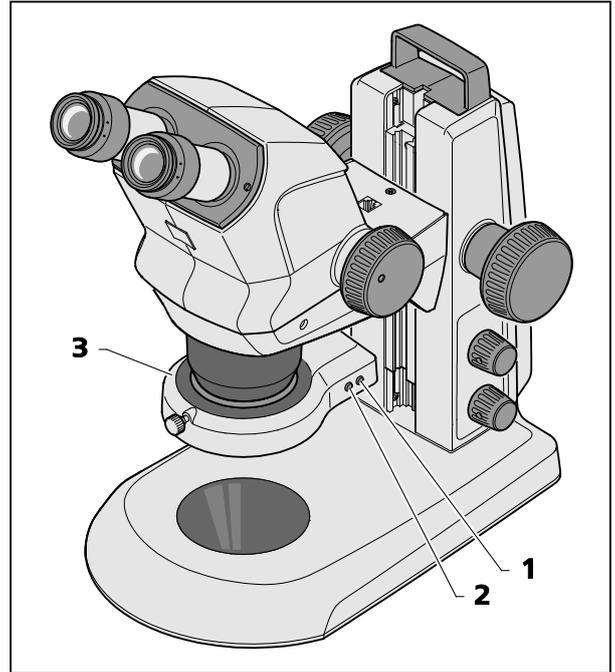

Fig. 17 Lâmpada anular
- Apertando sucessivamente do botão dianteiro (Fig. 17/2) pode-se comutar entre quatro estados de iluminação da lâmpada anular (Fig. 17/3):
- Apertando uma só vez brevemente o botão traseiro (Fig. 17/1) o segmento ajustado é girado cada vez por um quarto de volta no sentido dos ponteiros do relógio.
- Apertando e mantendo apertado o botão traseiro (Fig. 17/1) por mais de 2 segundos, o segmento ajustado é posto em rotação contínua (giro em passos circulares de 1/8, cada vez 1 segundo por rotação).
- Apertando de novo o botão traseiro (Fig. 17/1) se detém a rotação e o objeto torna a ser iluminado de trás.